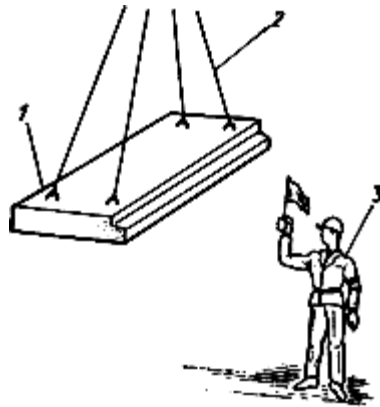

Рис.2. Схема подъема площадки
*Подготовка элемента к монтажу (рис.2), исполнитель рабочий, выполняющий такелажные работы*